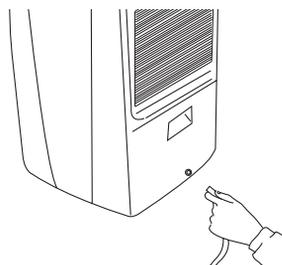
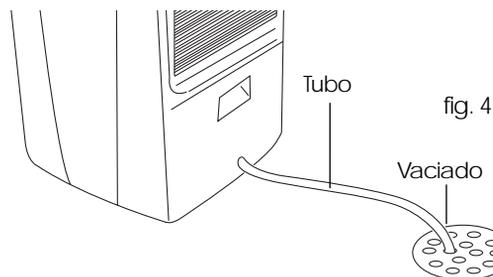

fig. 3
fig. 4
3. Fije una manguera en el acoplamiento correspondiente.(fig.3) Compruebe que el tubo no presente estrangulamientos o pliegues. Evitar que el tubo tenga que superar desniveles superiores a la altura de la boquilla. (fig.4).